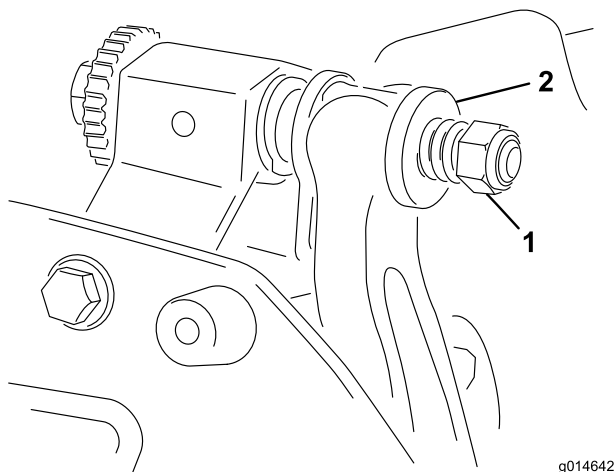

图16
6. 旋紧弹簧加压螺母，直到弹簧完全压紧，然后往回松开 1/2 圈（图16）。